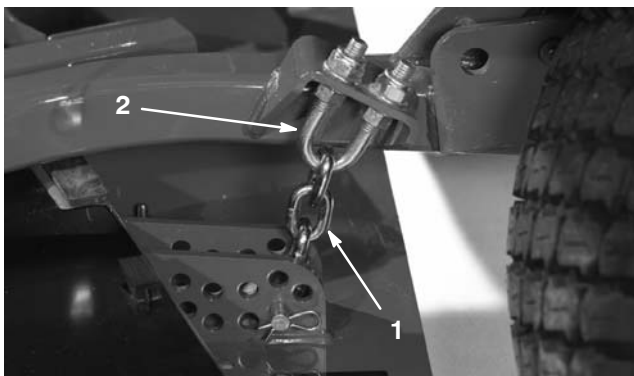

Bild 78
1. Lockern Sie die Klemmmutter an der Unter- oder Oberseite des U-Bügels an der Schnitthöhenskette (Bild 78).